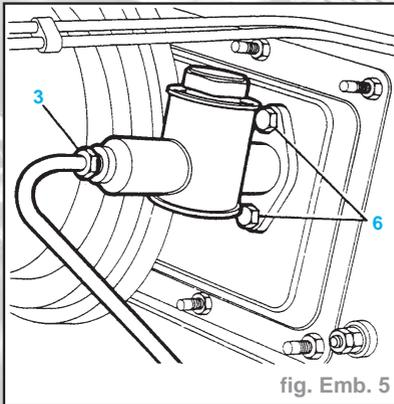

fig. Emb. 5
- Débrancher le tuyau de liquide du maître-cylindre (3) et recouvrir l'extrémité pour empêcher les poussières d'y pénétrer (Fig. Emb. 5).